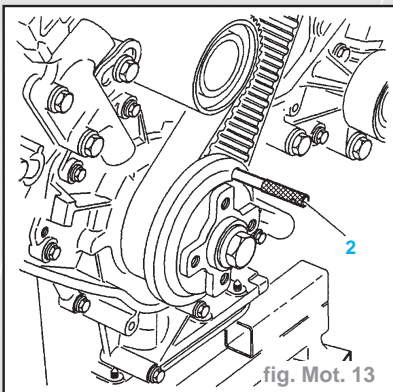

fig. Mot. 13
- le cache-style (3)
- le boîtier calculateurs (4)
- le support moteur droit (6)
- les carters de distribution (5)
- Piger le vilebrequin à l'aide de la pign (2) (0187A) (fig. Mot. 13).